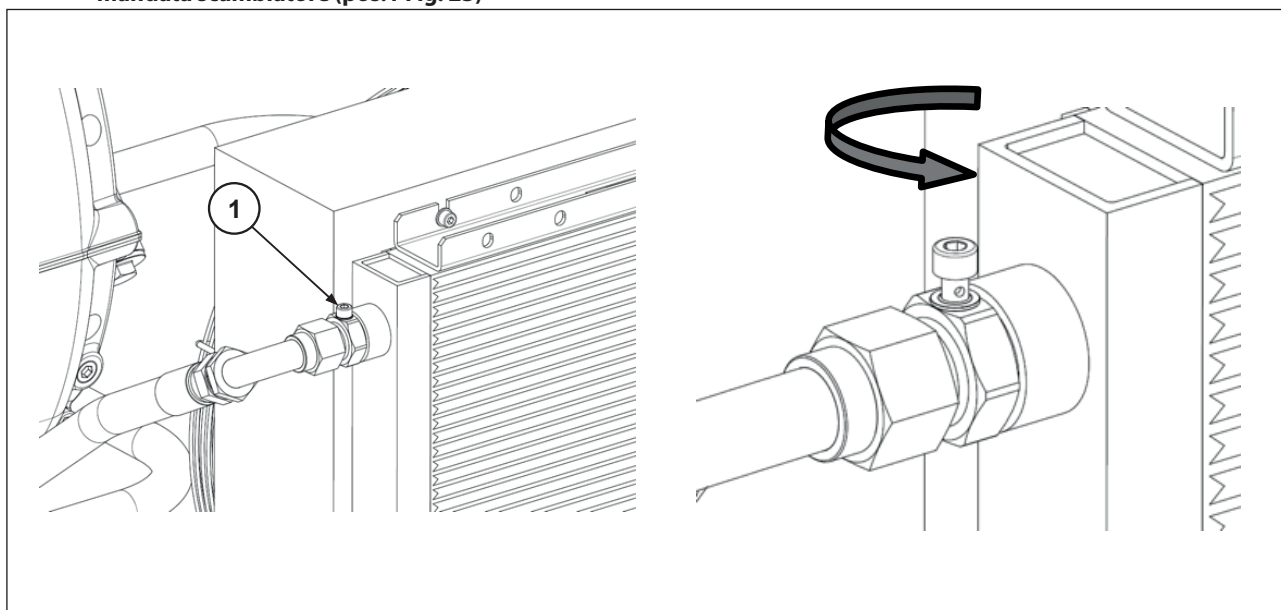

Fig. 23
Se dopo tale tempo non si rilevasse pressione al manometro pos.b procedere eseguendo lo spurgo dell'aria dal circuito aprendo la vite di sfianto presente sul raccordo del condotto di mandata scambiatore (pos.1 Fig. 23)